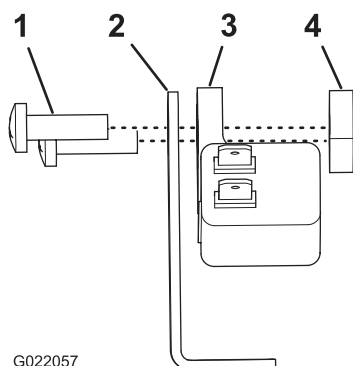

Figura 3
- Alinee el soporte del interruptor con el interruptor de 2 pines, con los pines del interruptor hacia arriba, y la pestaña corta del soporte sobre el cuerpo del interruptor (Figura 3).
- Alinee el soporte con el interruptor a través de los taladros de la pestaña larga del soporte y los taladros de la pestaña del interruptor (Figura 3).
- Sujete el interruptor al soporte con los 2 tornillos y una placa roscada (Figura 3).